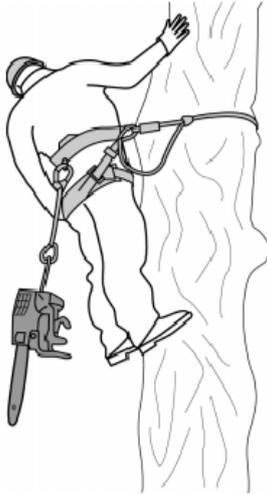

Fig.34
- 7) Accrocher la tronçonneuse aux points de fixation prévus sur le harnais ; par exemple sur les hanches ; pour grimper à l'arbre, l'accrocher au point moyen arrière pour une moindre gêne (voir Fig. 34).